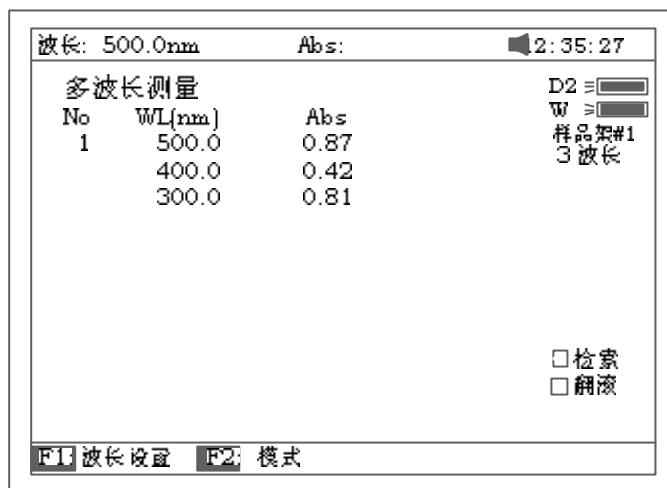
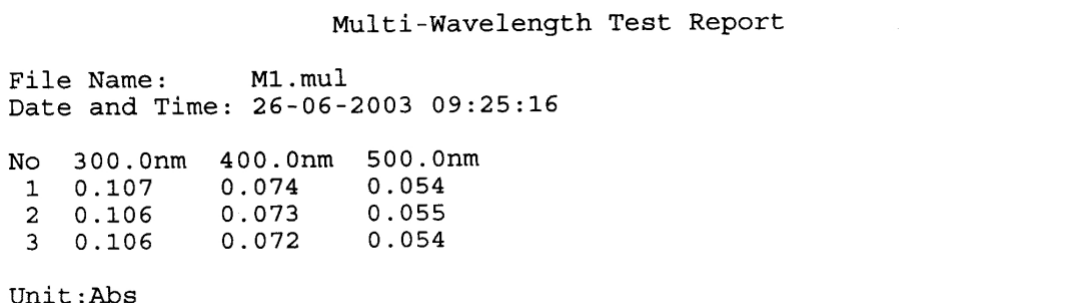

图 71
图 72
- b. 待测样品拉入光路中，按【START】键开始测量。一组波长测完，总是回到第一个波长处。最后测量结果显示如图 71。
- a. 图 71 中，按【SAVE】键，再输入文件名后按【ENTER】确认即完成测试结果的存储
- c. 图 71 中，按【PRINT】键即可打印出测试报告，图 72 所示。